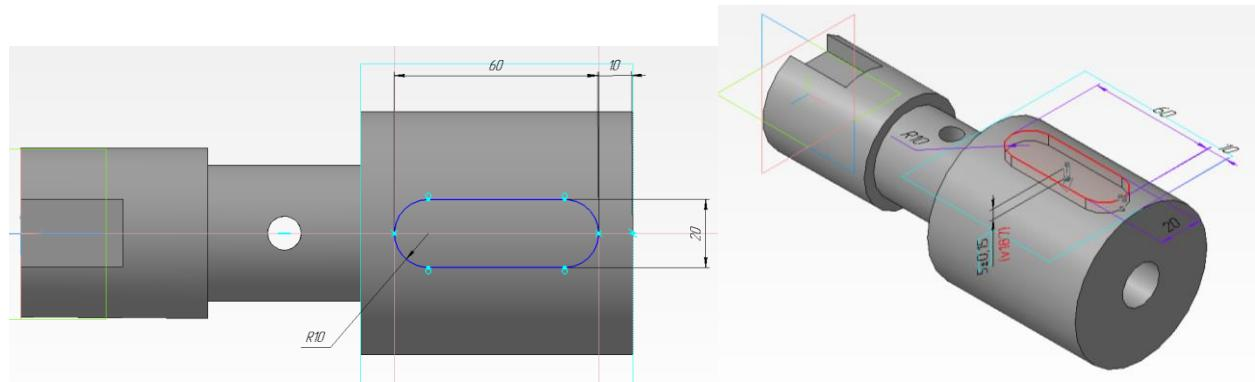

Рисунок 17.
12. Создаем эскиз шпоночного паза. В качестве плоскости выбираем касательную плоскость. По размерам выполняем эскиз шпоночного паза (рисунок 17).
13. Далее через - **Редактирование детали**, выбираем - **Вырезать выдавливанием**, задаем расстояние - 5 . После появления фантома - **Создать объект** (рисунок 17)